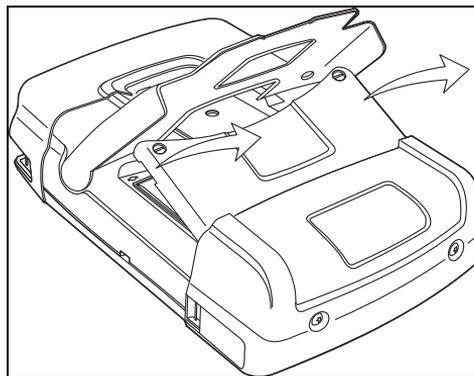

Figura 48. Retirada de la tapa de la batería
4. Levante la tapa y extráigala (Figura 48).